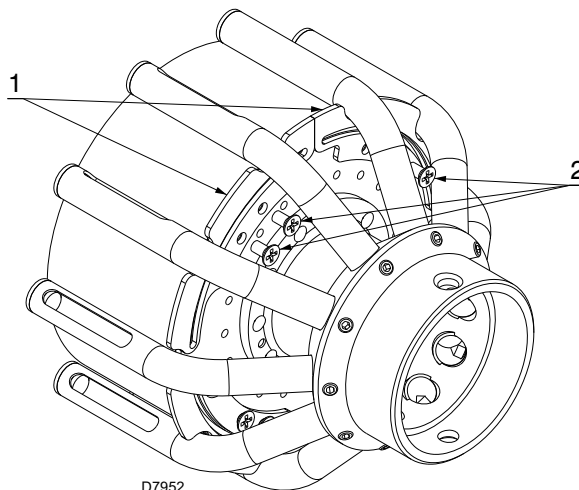

Fig. 18
- scoateți cele 8 șuruburi 2)(Fig. 18);